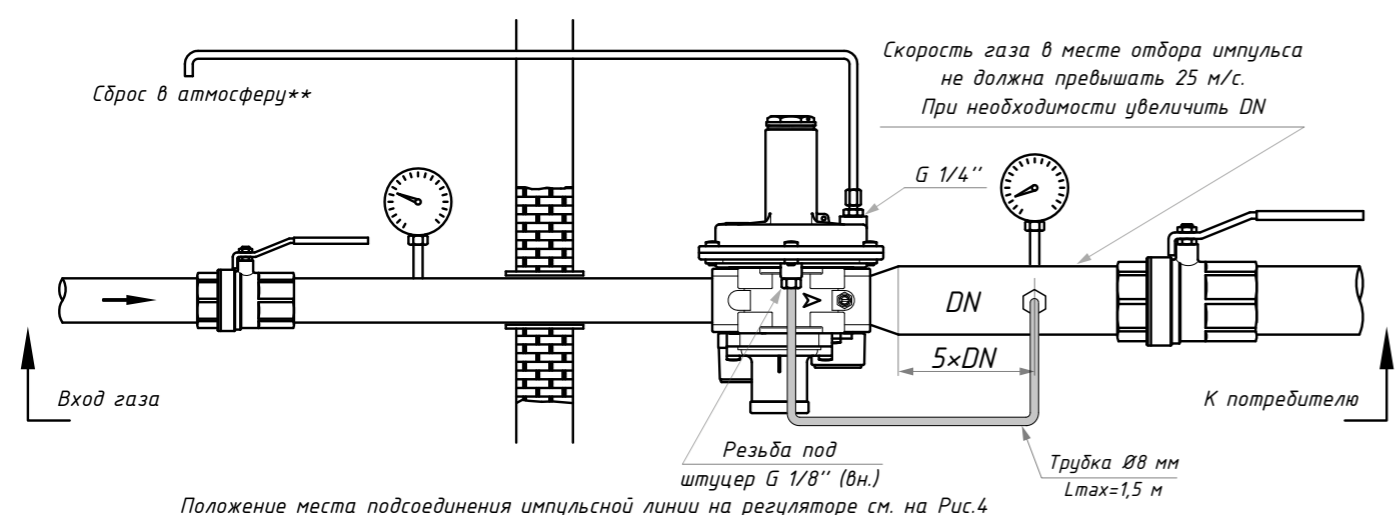

Рис. 9
- Он может быть установлен в любом положении, даже если установка предпочтительнее, как указано в п. 7.4 (пример монтажа). На регуляторе со стороны выхода имеется золотник отбора давления (23) для удобства выполнения настройки параметров работы регулятора;
- В версиях СТАНДАРТ для получения расхода газа более 30 нм3/ч необходимо подключить внешнюю импульсную линию в регулятор с разъемом G 1/8" (см. Схему монтажа рис. 9). Для этого необходимо снять заглушку (30) (см. рис. 4);
- Вывести трубу сброса от сбросного клапана (см. п. 7.4 - п.7.6) в атмосферу согласно действующим нормам правилам, сняв пылезащитный колпачок (25);